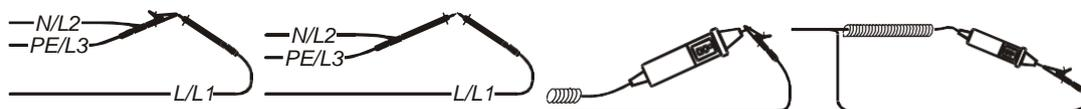

Figura 5-5: Cables de prueba cortocircuitados
1. Corta primero los cables de prueba como se muestra en la figura 5.5.